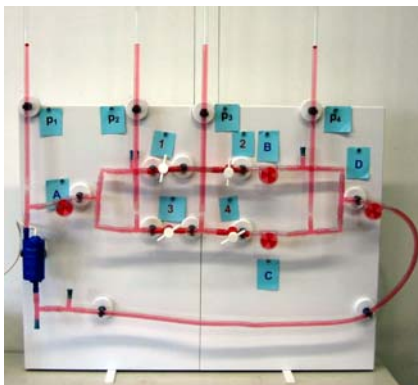

Abb. 9: Pumpe aus: Druckgleichgewicht
**Versuchsaufbau und -durchführung:** Hahn 1 und 2 geschlossen (unverzweigter Stromkreis), Hahn 3 und 4 vollständig geöffnet. Längs des Stromkreises sind verschiedene Manometerröhren eingebaut (Abb. 9 und 10).